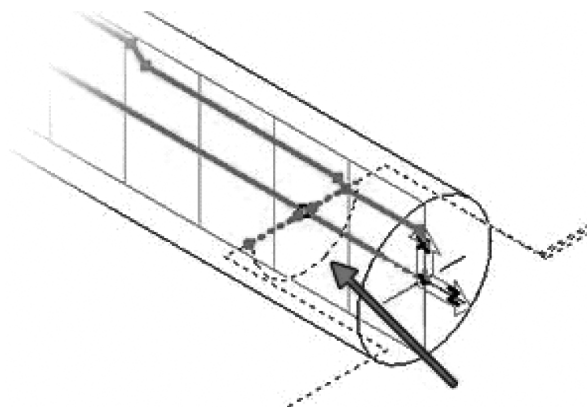

图 7-33 创建刀具路径
5) 创建刀具路径。注意快速路径围绕着零件，如图 7-33 所示。